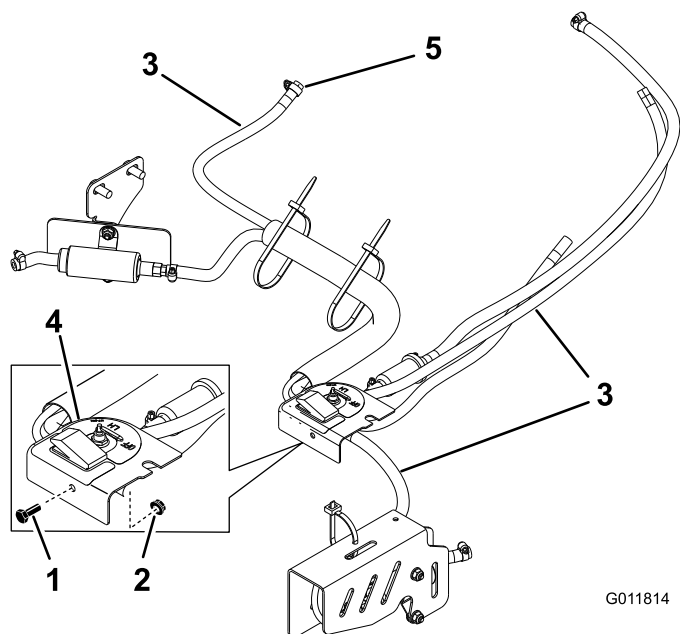

Figure 7
14. Acheminez les flexibles de carburant comme illustré à la Figure 7.
15. Identifiez le plus long des deux nouveaux flexibles de carburant droits fixé à la vanne de sélection et branchez-le sur le raccord supérieur du réservoir de carburant droit (Figure 7).
18. Montez le nouveau support sur la machine au moyen du boulon et de l'écrou existants (Figure 7).